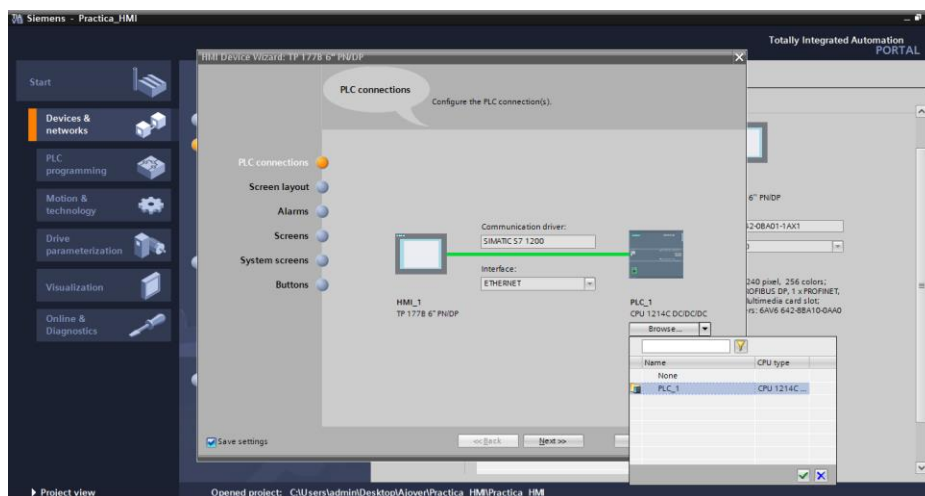

Figura 6. Configuración Conexiones del Panel.
1. **Establecer conexión Controlador - HMI**, en este punto es necesario seleccionar el PLC con el cual se comunicara la panel, en este caso: **CPU 1214 DC/DC/DC [PLC_1]**, deberá pulsar la opción **examinar** y seleccionar el PLC; automáticamente se establecerá la conexión entre ambos dispositivos. Ver figura 6.